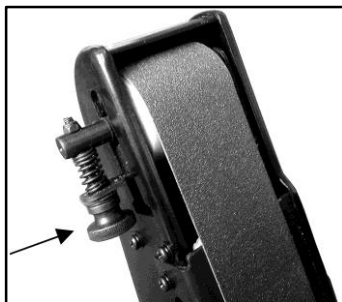

Fig. 5
4. Tout en tournant la meule, tournez le bouton de commande du centrage dans le sens antihoraire pour déplacer la courroie vers la gauche, ou tournez le bouton de commande du centrage dans le sens horaire pour déplacer la courroie vers la droite (Fig. 5).